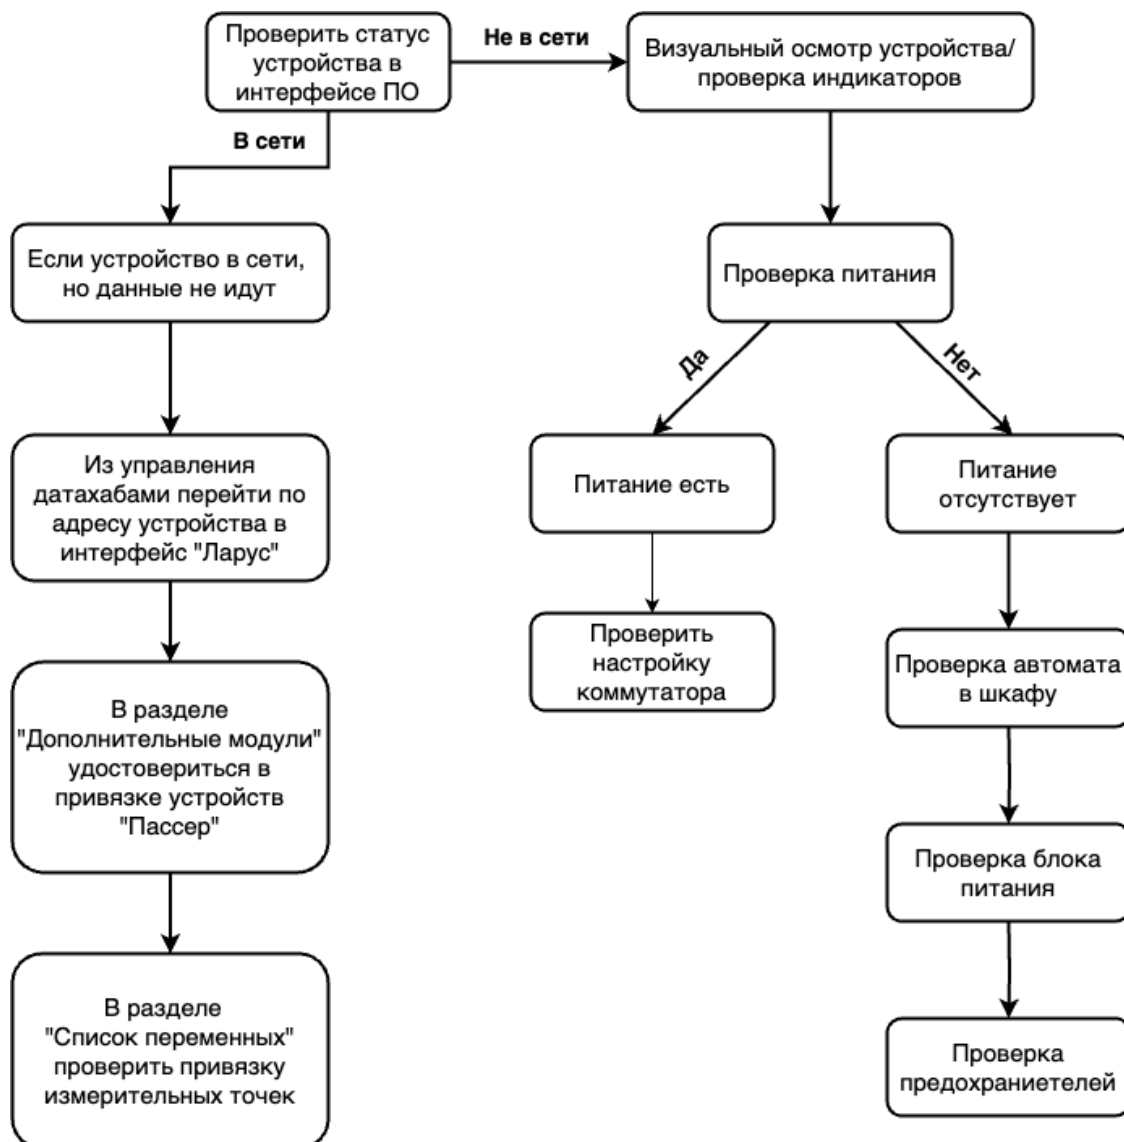

Рисунок 34 – Алгоритм ТО устройства
4. Полный алгоритм ТО «Ларус-10» см. на Рисунок 34.